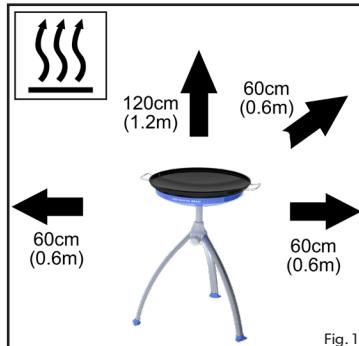

Fig. 1
- Se till att apparaten används på säkert avstånd från antändliga material. Minimum säkerhetsavstånd: ovanför apparaten - 1,2m, bakåt och åt sidorna - 0,6m (Fig 1)